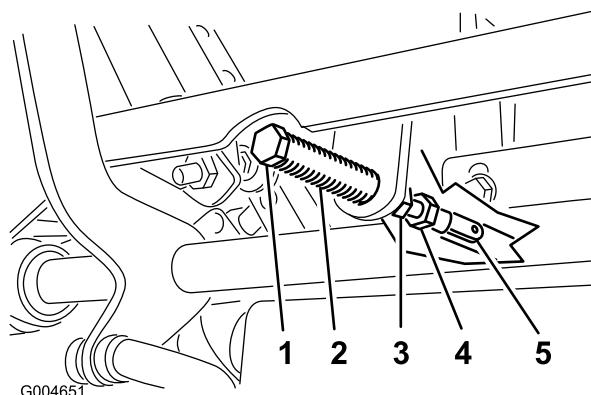

Рисунок 49
| 2. Панель управления | 5. Потяните рычаг назад так, чтобы шплинтующийся штифт (на рычаге над осью поворота) вошел в контакт с концом паза (только начал надавливать на пружину), как показано на Рисунок 49 . |
7. Если требуется регулировка, ослабьте гайку и контргайку, прижимающую рычаг к вилке (Рисунок 49).
8. Слегка надавив в направлении назад на рычаг управления движением, поверните головку регулировочного болта в соответствующем направлении так, чтобы рычаг управления расположился по центру в НЕЙТРАЛЬНОМ ФИКСИРОВАННОМ положении (Рисунок 49).
9. Затяните гайку и контргайку (Рисунок 49).
10. Затяните контргайки в месте расположения шаровых шарниров (Рисунок 49).